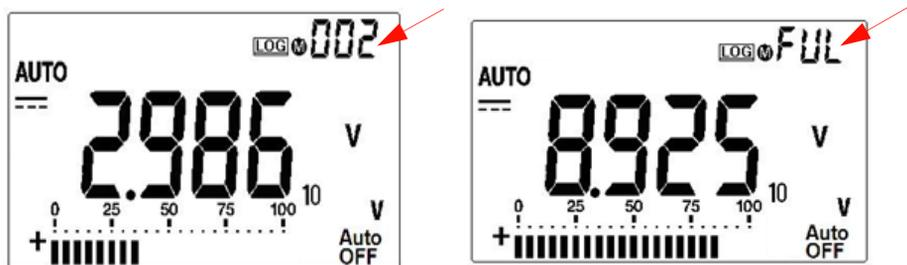

图 2-1 手动记录显示屏
- 2 再次按  (Log) 以将下一个要保存的值存储到存储器中，请参阅图 2-1。